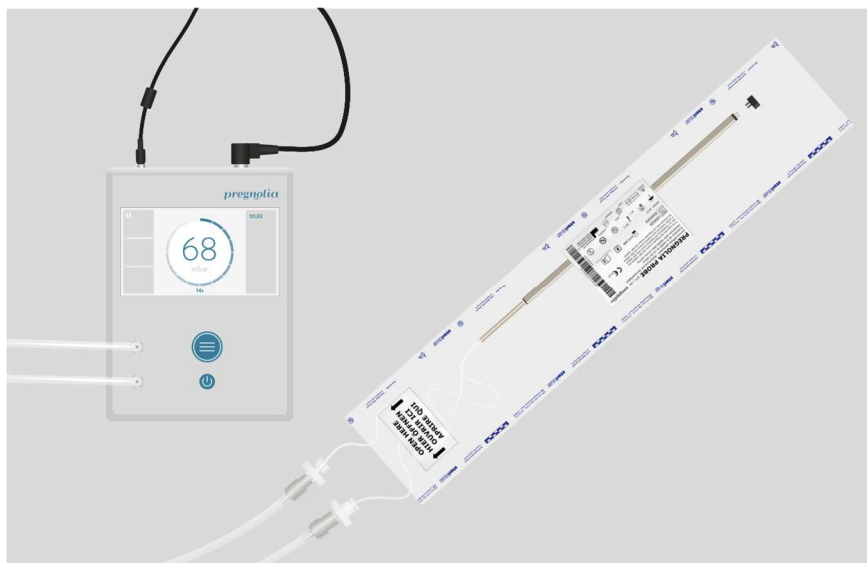

FIGURE 15 : Étape 3. Raccorder les filtres au câble de connexion, tout en laissant la sonde à l'intérieur de la poche stérile.
- 3) Raccorder les *filtres* au *câble de connexion*, tout en laissant la sonde à l'intérieur de la poche stérile (FIGURE 15).